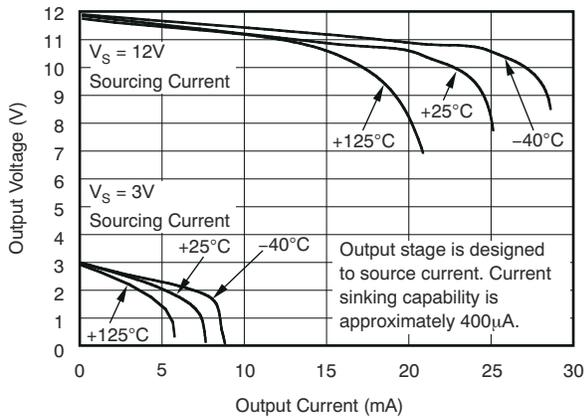

図 6-7. 正の出力電圧スイングと出力電流との関係
(1) オフセットは、 V_{SENSE} が 20mV および 100mV の時の出力測定値から外挿されます。
(2) 総出力誤差には、ゲイン誤差と V_{OS} の影響が含まれています。
(3) 線形性は、直線に最もよく適合します。
- (4) この領域の動作の詳細については、セクション 8.4の「精度の変動」セクションを参照してください。
(5) 図 6-7を参照してください。
(6) 設計により規定されています。